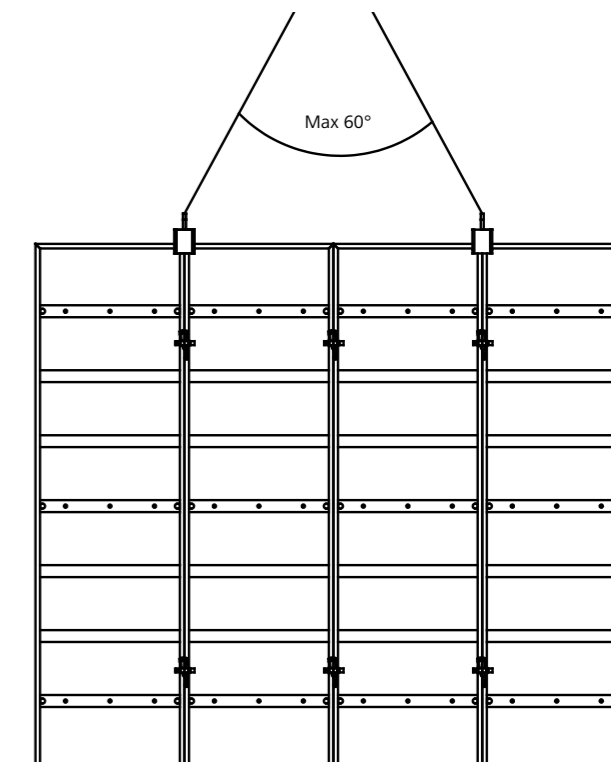
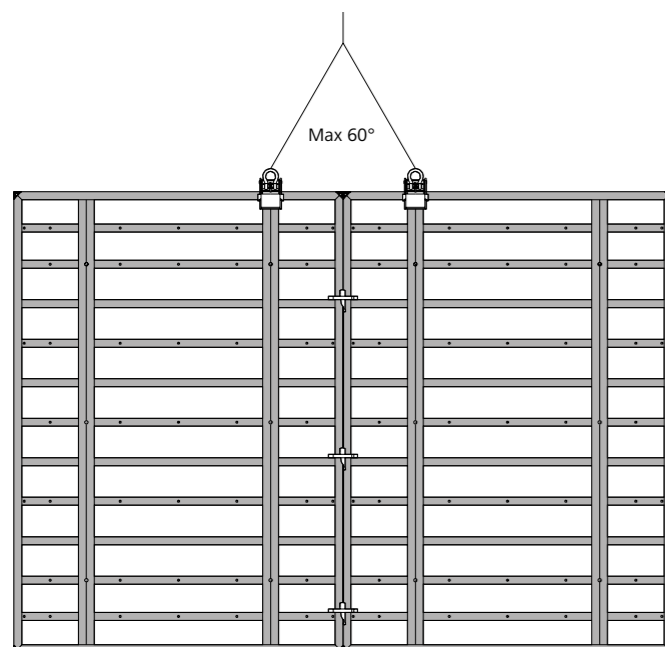

Abb. 2
Abb. 5
Verwenden Sie immer zwei Kranhaken symmetrisch zum Schwerpunkt, um ein Verrutschen ausschließen zu können (Abb. 2 bis Abb. 5).
- Sie müssen immer 2 Kranhaken symmetrisch zum Versetzen verwenden (Abb. 2)
Beim großflächigen Umsetzen müssen Sie jeden Kranhaken am Elementstoß anschlagen, damit er nicht verrutschen kann (Abb. 2 und 5). Versehen Sie die Schalungseinheiten mit Führungseilen zum Leiten an die nächste Einsatzstelle. Das bauseitige Krangehänge muss für die auftretenden Lasten ausgelegt sein.